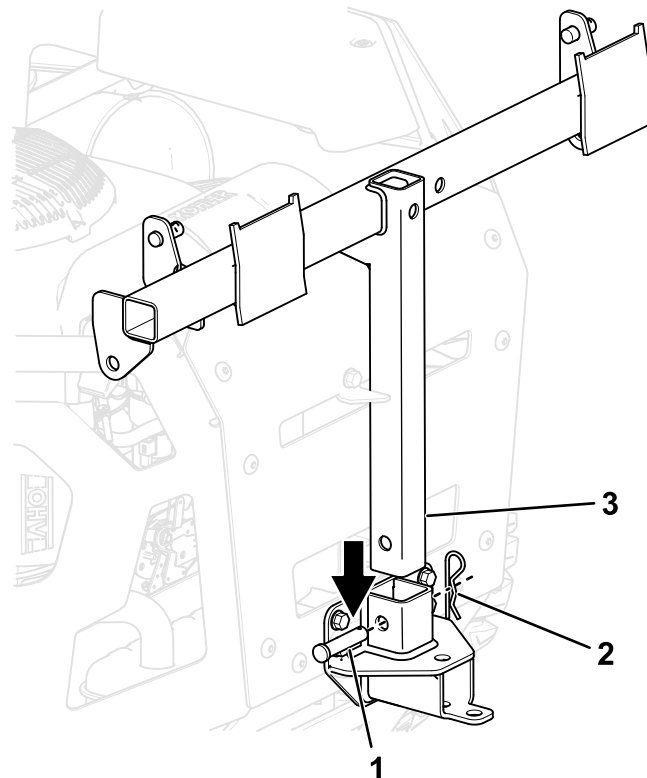

Figura 15
4. Installate il telaio del cesto di raccolta sulla staffa del supporto del cesto di raccolta utilizzando il perno con testa lungo e la coppiglia (Figura 15).